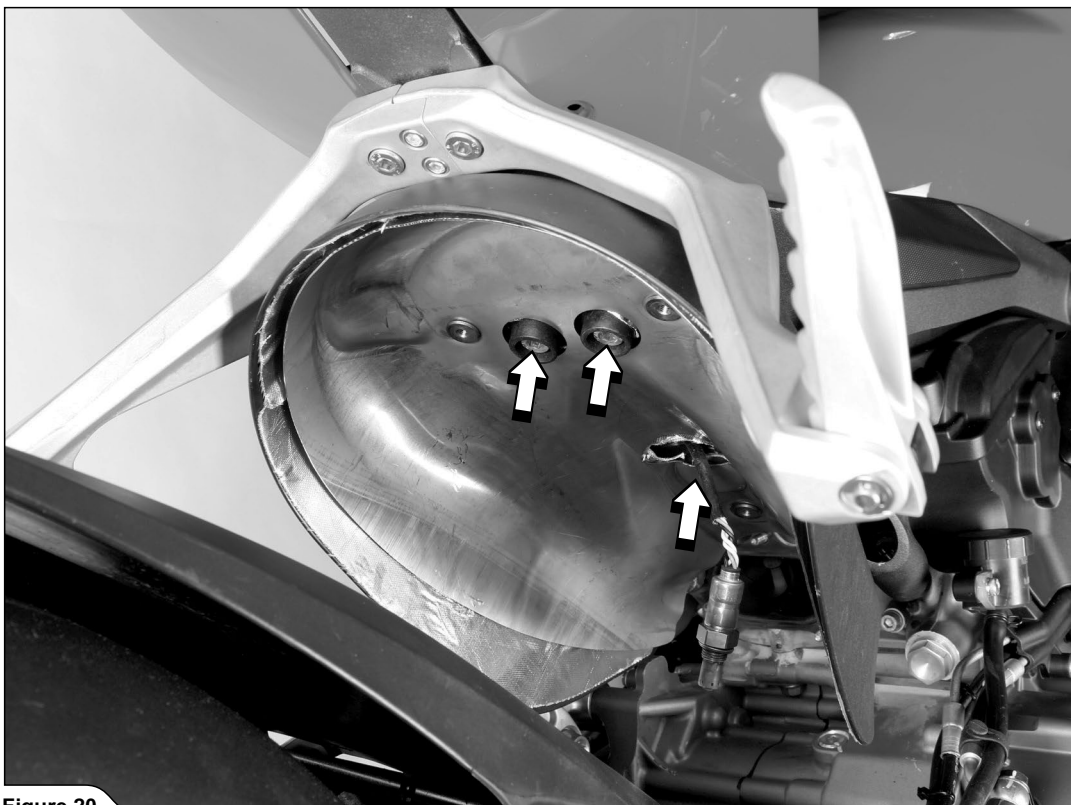

Figure 20
10. Desserrer les boulons indiqués et déposer le pare-chaleur (Figure 20). Seulement pour utilisation sans repose-pieds passager : dévisser les repose-pieds passager du motorcycle.
10. Die angegebenen Schrauben lösen und den Wärmeschutz entfernen (Figure 20). Nur bei Einsatz ohne Beifahrerfußrasten: die Beifahrerfußrasten nach Lösen der Schrauben vom Motorrad abnehmen.